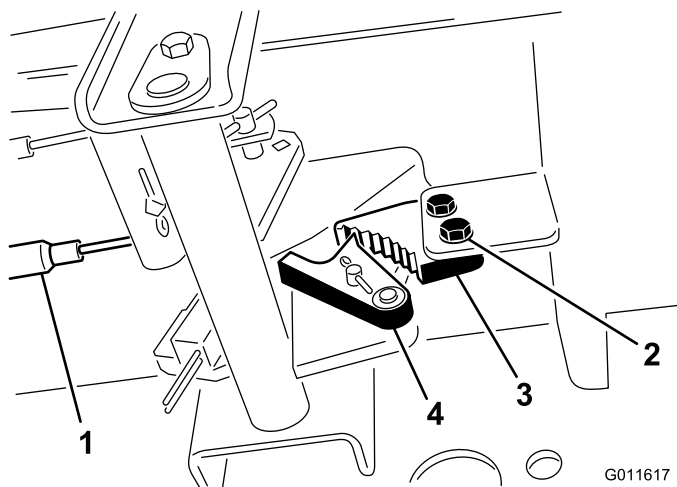

Figura 74
1. Solte os 2 parafusos que prendem a lingueta do travão de mão à estrutura (Figura 74).
2. Carregue no pedal do travão para a frente até o detentor do travão engatar completamente na lingueta do travão (Figura 74).